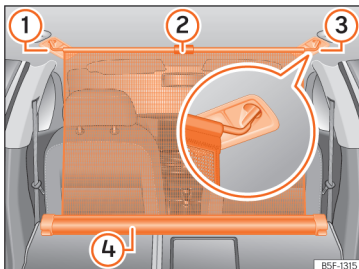

Abb. 188 Im Gepäckraum: eingehängte Netztrennwand bei vorgeklappter Rücksitzlehne.
- Ziehen Sie die Lasche >>> **[Abb. 188] ②** nach oben, um das Netz aus dem Einsatz **④** zu nehmen.
- Hängen Sie das Trennnetz an der rechten oder linken Seite >>> **[Abb. 188] ③** (vergrößerte Darstellung) ein.
- Hängen Sie das Trennnetz an der Aufnahme der anderen Seite >>> **[Abb. 188] ①** ein, indem Sie an der Stange ziehen.
Das Trennnetz ist richtig montiert, wenn die T-förmigen Enden sicher in den entsprechenden Aufnahmen >>> **[Abb. 188] ③** und **①** eingehängt sind.
- Rollen Sie das Trennnetz in den Einsatz >>> **[Abb. 188] ④** ein, indem Sie es mit der Hand nach unten ziehen.